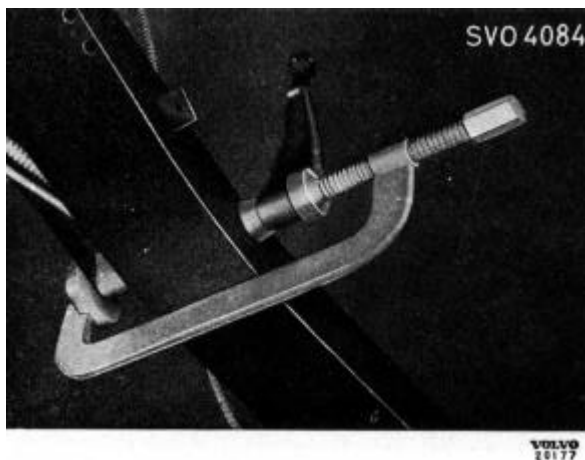

Abb. 21 Pedaleinbau
3. Kupplungspedal auf die Achse (7) schieben. Achse in die Halterung schieben.
4. Bremspedal auf der außenliegenden Seite mit Gummimanschette (9) versehen, Buchse einfetten und auf die Achse schieben.
5. Sperrstange (11) aufschieben und das Ganze mit der Schraubzwinde SVO 4084 zusammendrücken (s. Abb. 21). Mit Seegerring (12) sichern.
6. Am Kupplungspedalende der Achse Schmiernippel (1) und am gegenüberliegenden Ende Verschlussschraube (13) einschrauben.